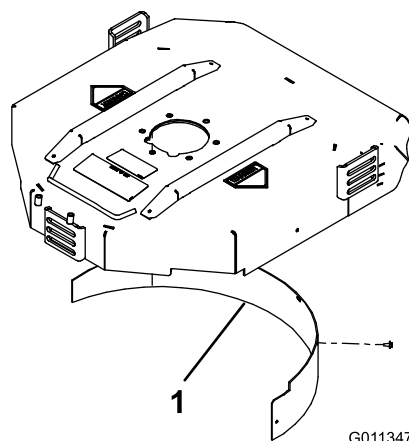

図 8
2. 後部の取り付け穴にマルチングバッフルを取り付け、フランジヘッドボルト 5 本で固定する 図 8。